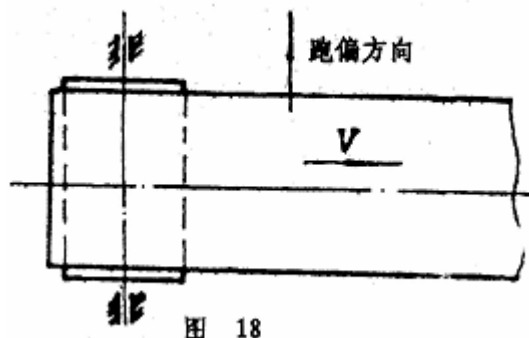

图 18
②尾部输送带跑偏, 调整尾部改向滚筒或拉紧装置, 其方向如图 18。